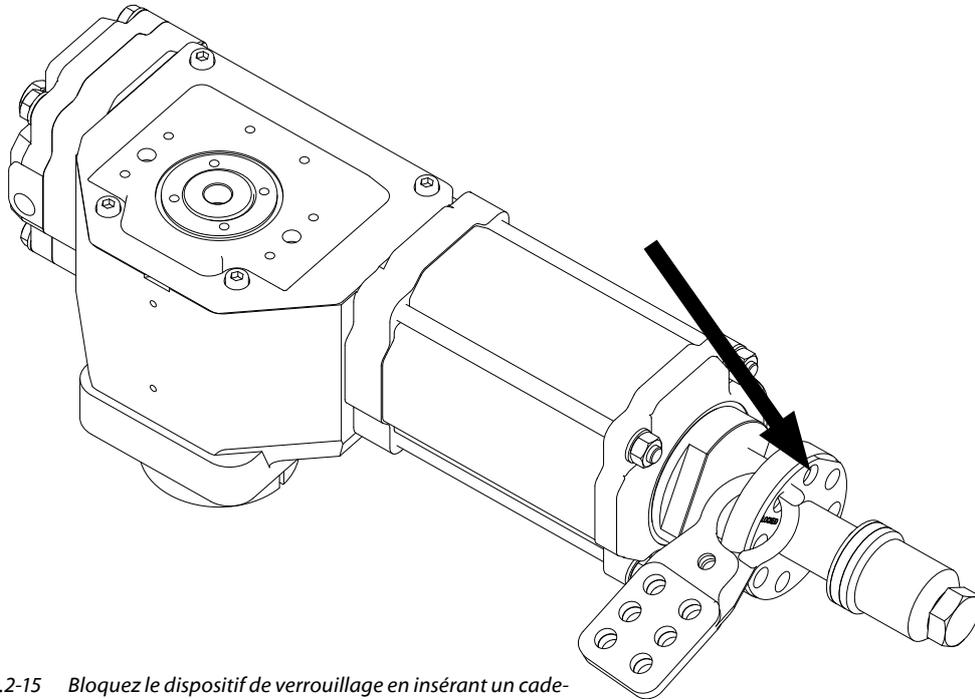

Fig.2-15 Bloquez le dispositif de verrouillage en insérant un cadenas dans le disque perforé. Utilisez plusieurs cadenas pour optimiser la sécurité.
- Bloquez le dispositif de verrouillage en insérant un cadenas dans le disque perforé prévu à cet effet. Il est également possible d'utiliser plusieurs cadenas pour optimiser la sécurité et prévenir tout risque de mouvement de l'actionneur, voir l'exemple (→ Fig. 2-15).